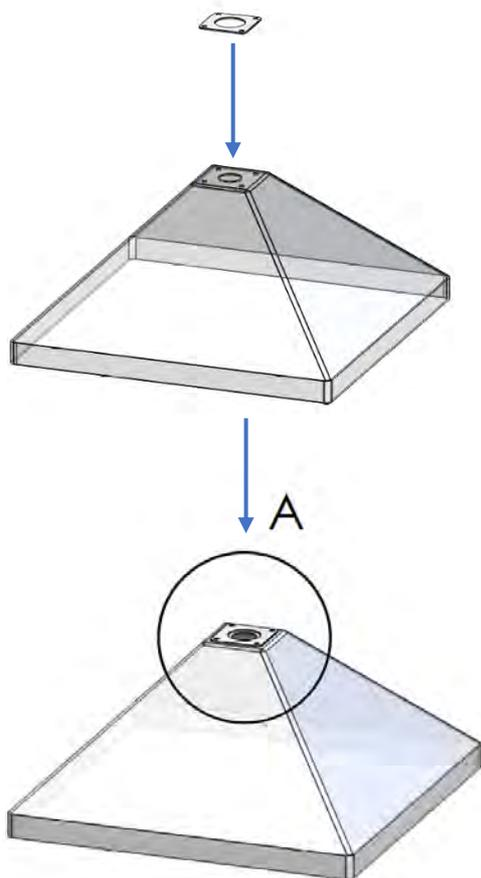

Figure 6
1. Placez la plaque fournie sur l'extrémité supérieure de la coupole en vous assurant qu'elle soit placée au centre par rapport au trou de la hotte. figures 6 et 7 ;